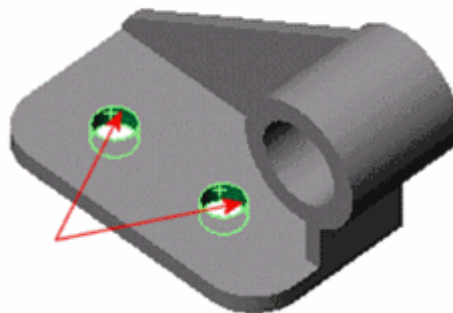

Рис. 1.2. Призначення кріплення деталі
3.2. У графічній області виберіть поверхні двох отворів, як показано на рис. 1.2. Грань<1> і Грань<2> з'являться у вікні **Грані, кромки, вершини для обмеження** .